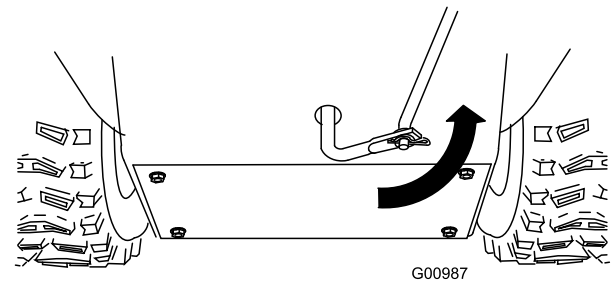

**Bild 11**
3. Entfernen Sie den Splint und die äußere Scheibe vom Drehzapfen am oberen Ende des Geschwindigkeitseinstellgestänges (Bild 11).
**Hinweis:** Lassen Sie die Flachscheibe auf dem Drehzapfen, um den Einbau zu vereinfachen (Bild 11).
6. Heben Sie das Geschwindigkeitseinstellgestänge an und setzen Sie den Drehzapfen in das Loch im Geschwindigkeitsschalthebel (Bild 11).
- B. Schließen Sie den Drehzapfen vom Geschwindigkeitsschalthebel ab (Bild 11).
- C. Drehen Sie den Drehzapfen auf der Geschwindigkeitsschaltstange nach unten (nach rechts) (Bild 11).
D. Schließen Sie den Drehzapfen am Geschwindigkeitsschalthebel an (Bild 11).
- C. Drehen Sie den Drehzapfen auf der Geschwindigkeitsschaltstange nach oben (nach links) (Bild 11).
- D. Schließen Sie den Drehzapfen am Geschwindigkeitsschalthebel an (Bild 11).